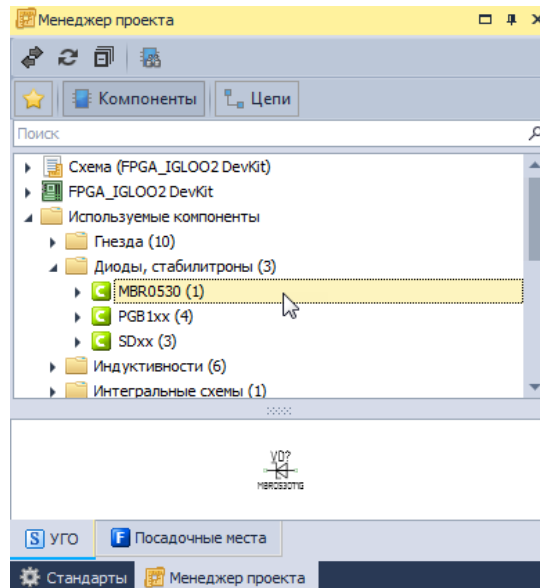

Рис. 99 Выбор группы для размещения из папки «Используемые компоненты»
- В панели «Менеджер проекта» доступна папка «Используемые компоненты», которая отображает компоненты и конкретные радиодетали, использованные в проекте. Здесь можно выбрать группу радиодеталей, относящихся к одному компоненту, и, вызвав контекстное меню, выполнить команду группового размещения, см. Рис. 99.